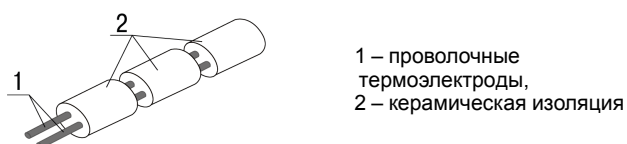

Рисунок 4.2 – Конструкция проволочного ЧЭ
- *проволочные ЧЭ* (образованы двумя проволочными термоэлектродами диаметром 0,5–3,2 мм, которые находятся в керамических бусах или оплетке из кремнеземной нити), см. рисунок 4.2;